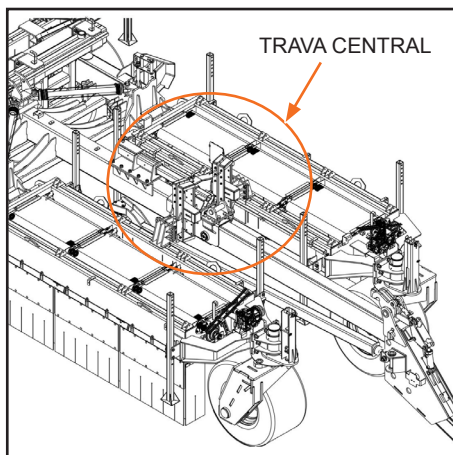

Figura 30
- Abra a trava central de transporte (comando) (Figura 30).